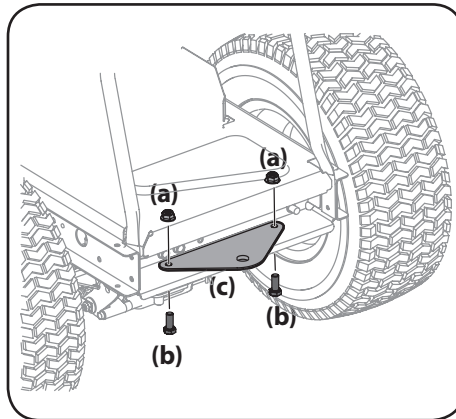

Figure 2-12
1. Retirez les boulons (a) et les écrous hexagonaux (b) installés en usine à l'arrière de la tondeuse à siège. Voir la figure 2-12.
2. Positionnez la plaque d'attelage, côté plat vers le haut comme illustré sur la Figure 2-12. Fixez la plaque d'attelage à l'aide des boulons et des écrous retirés précédemment.
1. Enlevez les deux vis (a). Voir la Figure 2-12.